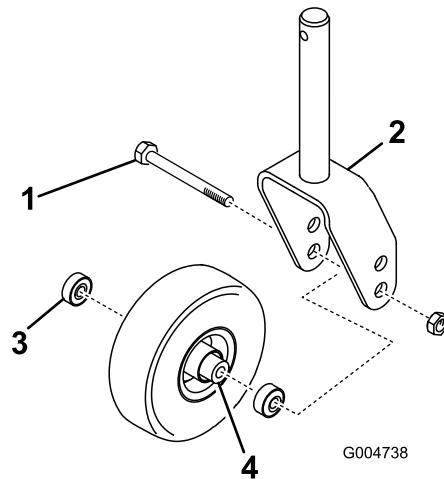
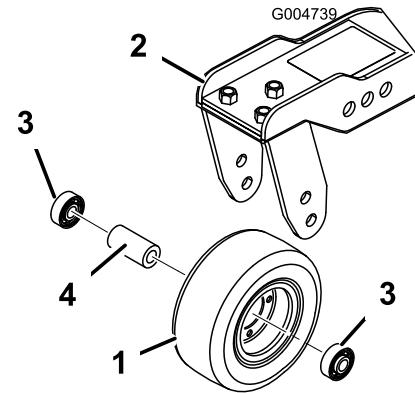

Figure 108
Figure 109
1. Retirez le contre-écrou du boulon qui fixe la roue pivotante entre la fourche (Figure 108) ou le bras pivotant (Figure 109). Maintenez la roue pivotante et sortez le boulon de la fourche ou du bras pivotant.
2. Enlevez le roulement du moyeu de la roue et laissez tomber la douille d'écartement à l'extérieur (Figure 108 et Figure 109). Enlevez le roulement de l'autre côté du moyeu.